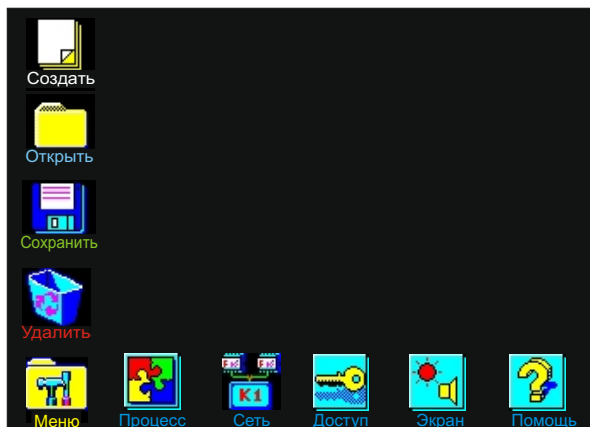
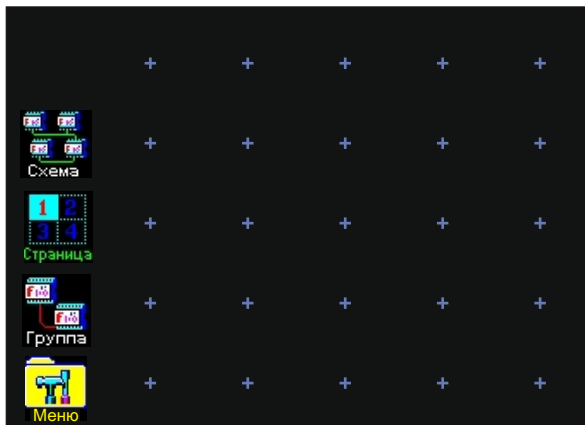

Рис. 2. Основное меню
Рис. 7. Окно программирования
6.4 Для входа в основное меню - нажмите на пиктограмму "Меню", после чего экран приобретет вид, изображенный на Рис.2.
7.3.2 В основном меню контроллера нажмите на пиктограмму "Создать" (Рис. 2), после чего рядом с ней появится пиктограмма "Схема", после выбора которой открывается окно программирования, состоящее из поля программирования с обозначенными местами установки функциональных блоков и нескольких обслуживающих пиктограмм: **Схема, Страница, Группа** (Рис. 7).